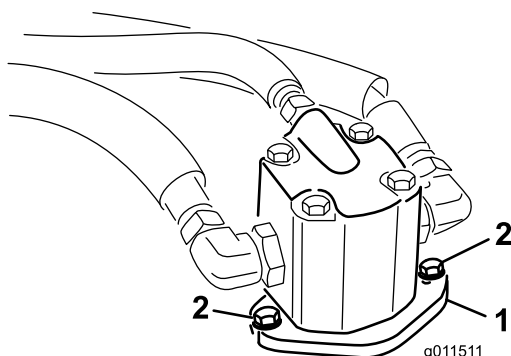

Figura 74
- Retire os parafusos que fixam o motor hidráulico à plataforma do cortador (Figura 74).